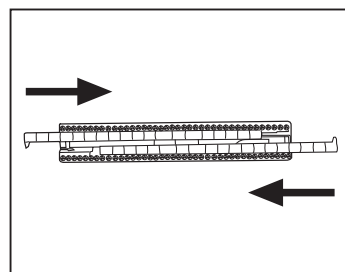

Fig. 9
Para a montagem do suporte com cerdas para alcatifas e tapetes (26), inserir nas guias apropriadas as escovas rígidas com as linguetas dirigidas para dentro (Fig. 9).